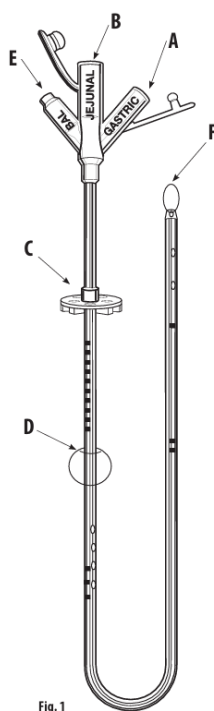

Fig. 1
La Sonda de alimentación gástricayeyunal MIC* de AVANOS* (Fig. 1) permite de forma simultánea la descompresión o drenaje gástrico y el suministro de nutrición enteral en el duodeno distal o en el yeyuno proximal.
2. Con la ayuda de una jeringa deslizante luer, inflar el globo (Fig. 1-D) con 5 ml de agua estéril o destilada a través de la boca del globo (Fig. 1-E).
4. Con la jeringa Luer Slip de 6 mL irrigue agua a través de los puertos gástrico (Fig. 1-A) y yeyunal (Fig. 1-B) para verificar su permeabilidad.
6. Deslice suavemente el anillo de retención externa SECUR-LOK* (Fig. 1-C) por la sonda hacia el abdomen hasta que descansa 2–3 mm sobre la piel. No fije el anillo a la piel con suturas.